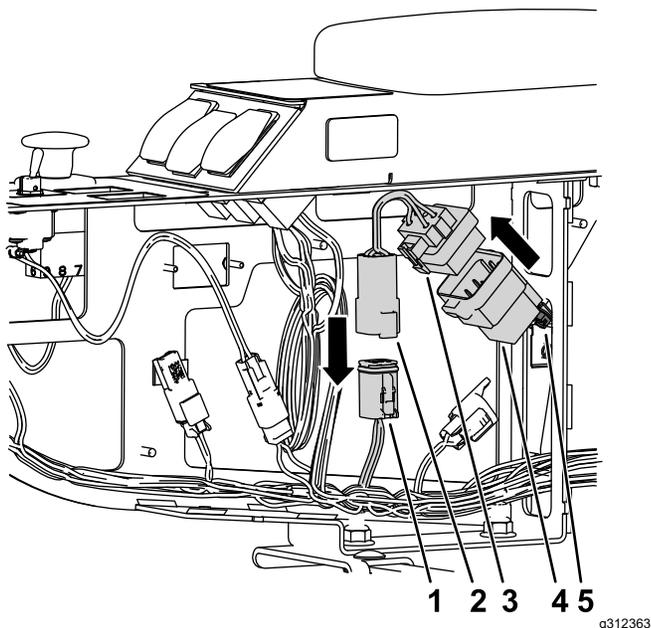

Figura 24
10. Conecte el relé y el arnés del relé al arnés de cables de la máquina, tal y como se muestra en la Figura 24.